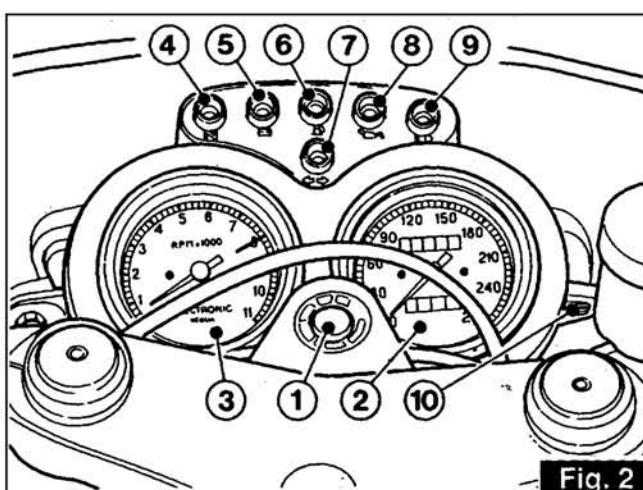

Fig. 2
3.1 TABLEAU DE BORD (fig. 2)
3.1 INSTRUMENTENBRETT (Abb. 2)
Avec la clé «1» de fig. 2 position «ON» le moteur est prêt au démarrage.
Quand le moteur est arrêté, tourner la clé du commutateur de fig. 2 en position «OFF», puis retirer la clé.
Befindet sich der Schlüssel «1» (Abb. 2) in Schaltstellung «ON», ist das Fahrzeug startbereit.
- Steht der Motor, muss man den Zündschlüssel (Abb. 2) auf Schaltstellung «OFF» drehen und anschließend abziehen.